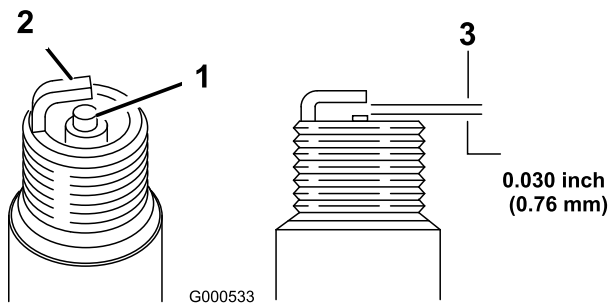

Figure 26
11. Réglez l'écartement des électrodes à 0,76 mm (0,030 pi) (Figure 26).